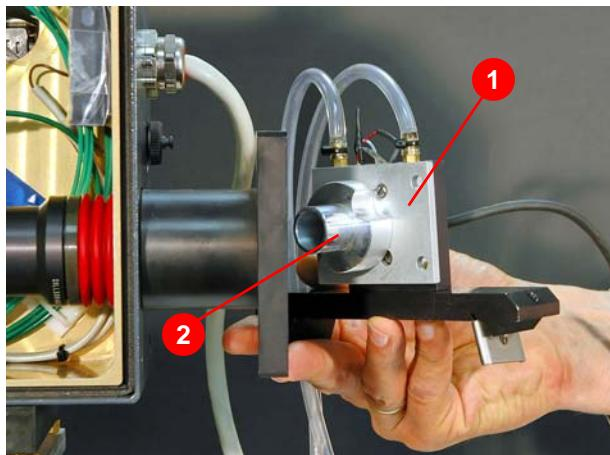

Abbildung 4.17 Meßkopf komplettieren
2. Aufsatz (1) (Abbildung 4.17) am Leistungsmeßkopf befestigen.
3. Fadenkreuzadapter (2) auf den Aufsatz stecken.